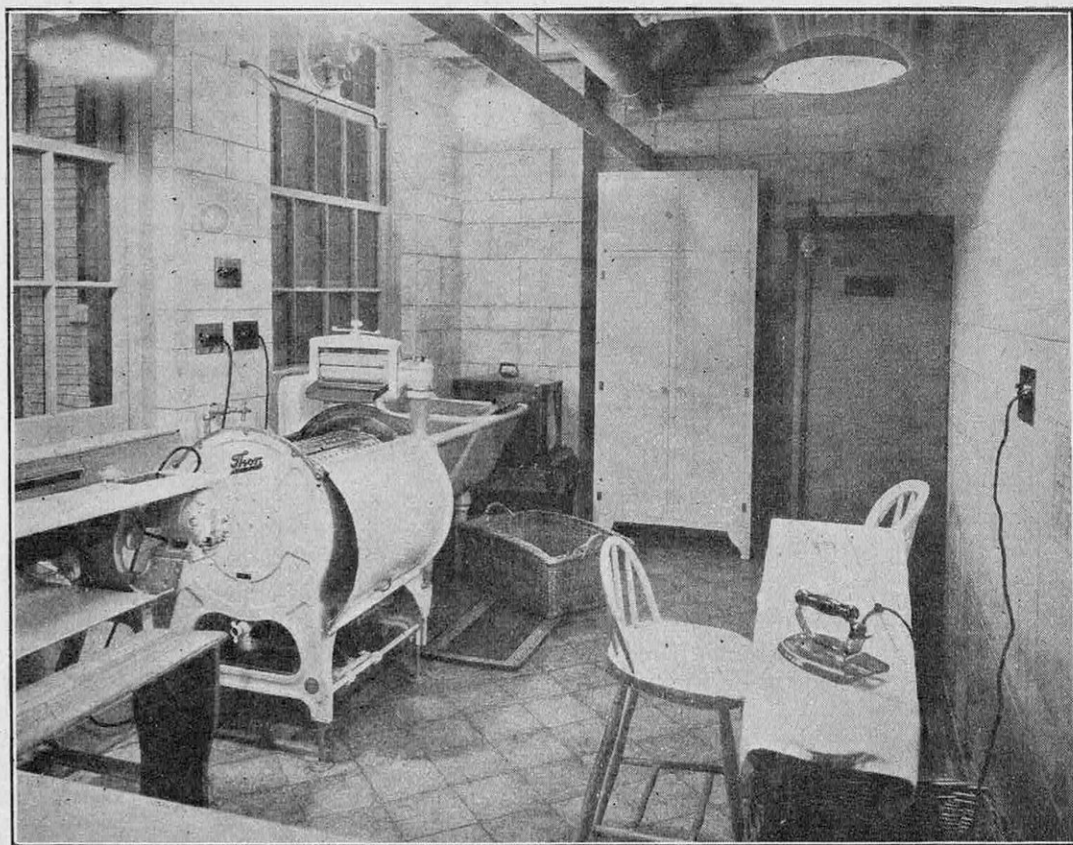

FIG. 3. — UNE BUANDERIE MODÈLE RÉCEMMENT INSTALLÉE A NEW YORK
f) *Quelques détails.* — Nous avons remarqué, comme nouveautés, un casier métallique dans le mur, destiné à recevoir le fer électrique, même chaud ; des prises de courant munies d'un voyant rouge pour attirer l'attention, empêcher les oublis de débranchement (fig. 3) ; quelques modèles de planches à repasser parfaitement combinées pour l'aisance du travail (fig. 4).